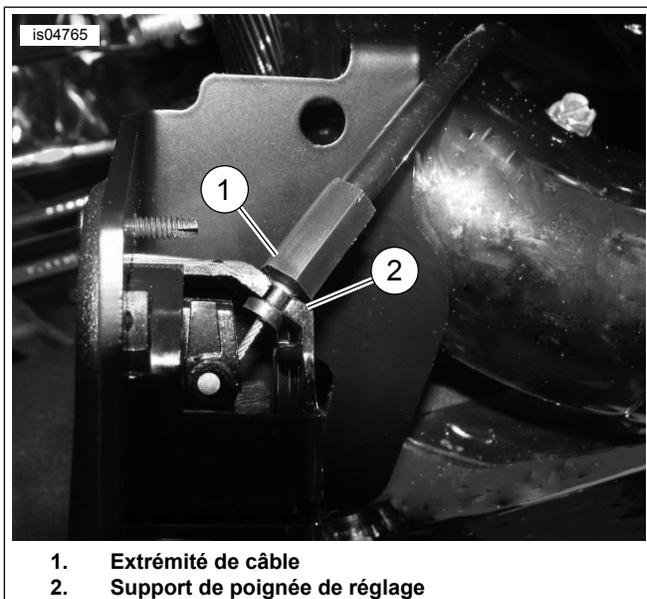

Figure 7. Position du câble de réglage de la selle (vue sous la poignée en place)
6. Voir Figure 7 . Vérifier que l'extrémité du câble (1) est correctement installée dans le support (2) avant de faire passer le câble du dossier.
13. Voir Figure 7 . Vérifier que l'extrémité du câble (1) est correctement installée dans le support (2) avant de faire passer le câble du dossier.
9. Voir Figure 7 . Vérifier que l'extrémité du câble (1) est correctement installée dans le support (2) avant de faire passer le câble du dossier.